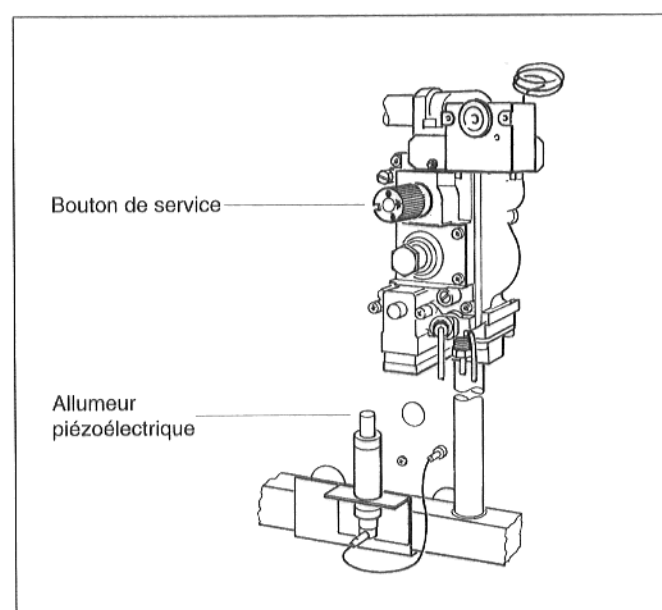

Fig. 22
- Appuyer sur le bouton de service du bloc gaz du brûleur et le maintenir enfoncé. En même temps, appuyer plusieurs fois sur l'allumeur piézoélectrique (fig. 22). L'étincelle ainsi provoquée allume la veilleuse. Relâcher le bouton de service après environ 1/2 minute et vérifier que la veilleuse est bien allumée.